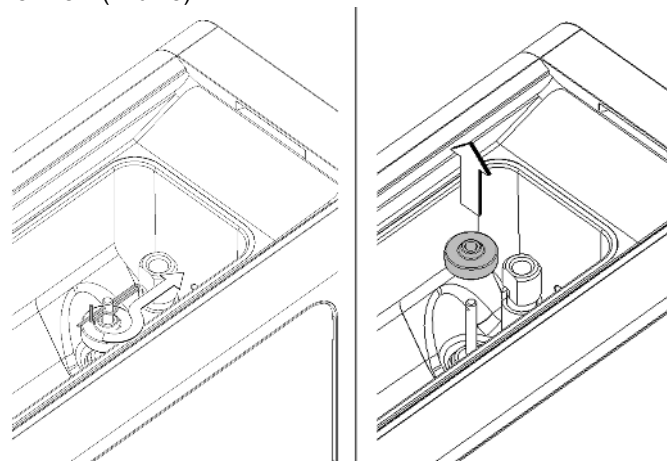

**Bild 17**
**2** Falls vorhanden, den Mischer aus dem oberen Behälter nehmen. (Bild 17)